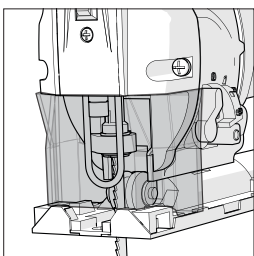

Fig. 9
- La protezione anteriore (Fig. 9) si aggancia sul lato anteriore dell'utensile, sotto la guida laser e davanti al coprilama in acciaio.